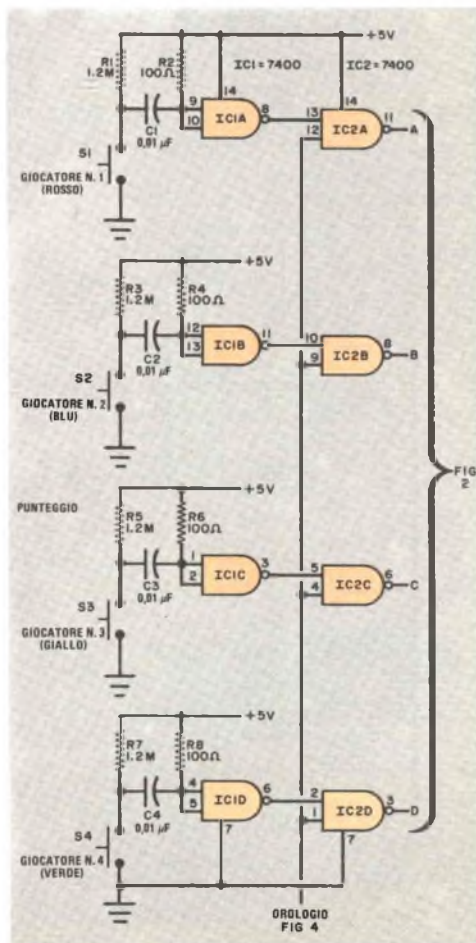
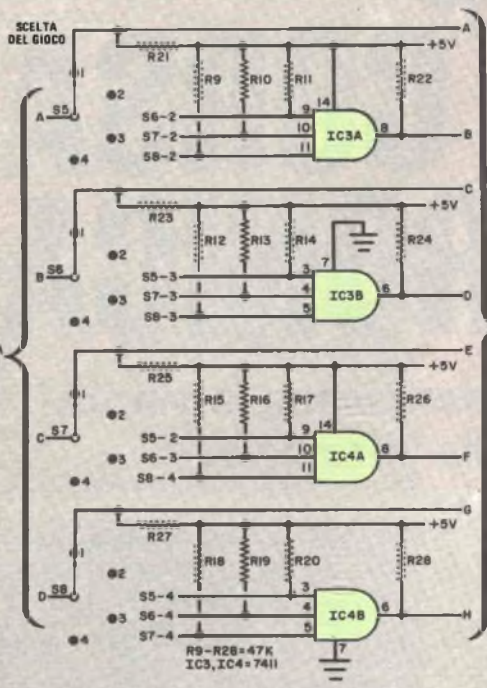

Fig. 1 - Ogni volta che il pulsante di un giocatore viene azionato, l'IC1 relativo genera un solo impulso.
Fig. 2 - Gli impulsi vengono applicati ai LED del giocatore o a quello di un avversario.
DALLA FIG. 1
ALLA FIG. 1
DALLA FIG. 2
**Il circuito** - Lo schema completo del gioco è rappresentato nella *fig. 1*, nella *fig. 2*, nella *fig. 3* e nella *fig. 4*, mentre l'alimentatore comune a tutti i circuiti è riportato schematicamente nella *fig. 5*. Quando un giocatore preme il proprio pulsante di punteggio (S1, S2, S3 o S4), le entrate della porta NAND relativa di IC1 sono portate a massa dal condensatore (C1, C2, C3 o C4) (*fig. 1*). Poiché le entrate della porta NAND sono anche collegate alla linea comune di +5 V attraverso distinti resistori da 100 Ω, il condensatore si carica rapidamente facendo ritornare l'uscita della porta al suo originale
Quando tutti i giocatori hanno passato il loro turno, il giocatore successivo può scegliere o di far avanzare la sua posizione o di far arretrare di un passo la posizione del suo avversario, azionando il suo commutatore di scelta del gioco (da S5 a S8 nella *fig. 2*). Que-